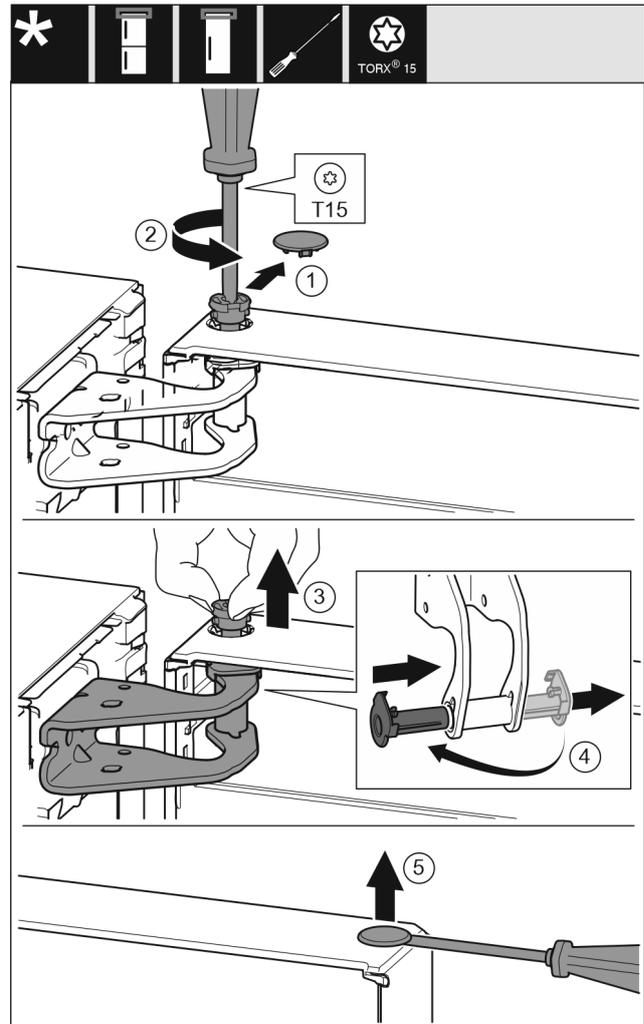

Fig. 12
- Sicherheitsabdeckung vorsichtig abziehen. Fig. 12 (1)
- Bolzen mit Schraubendreher T15 ein Stück herausdrehen. Fig. 12 (2)
- Tür festhalten und Bolzen mit den Fingern herausziehen. Fig. 12 (3)
- Lagerbuchse aus Führung ziehen. Von der anderen Seite einsetzen und einrasten. Fig. 12 (4)
- Stopfen aus der Tür Lagerbuchse vorsichtig mit einem Schlitzschraubendreher anheben und herausziehen. Fig. 12 (5)